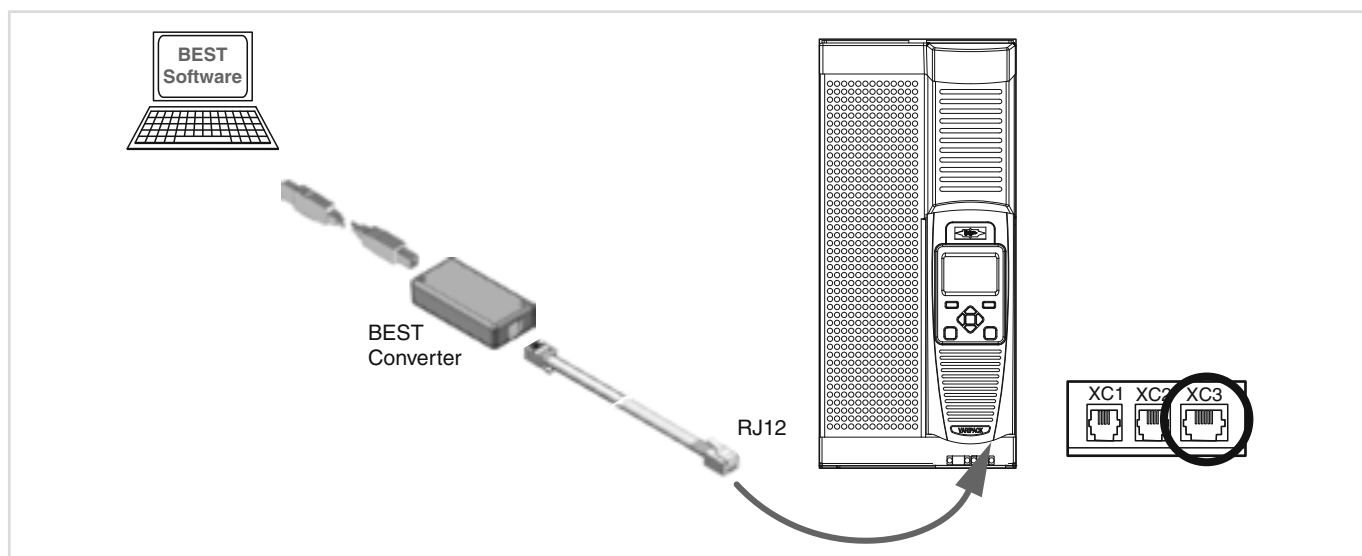

Рис. 18: Подключение преобразователя частоты к PC / мобильным устройствам через BEST- конвертер и кабель RJ12
- Используя кабель RJ12, подключите BEST- конвертер в правое гнездо (XC3), находящееся на нижней стороне блоке расширения интерфейсов на преобразователе частоты VARIPACK (см. рис. 18, стр. 31).